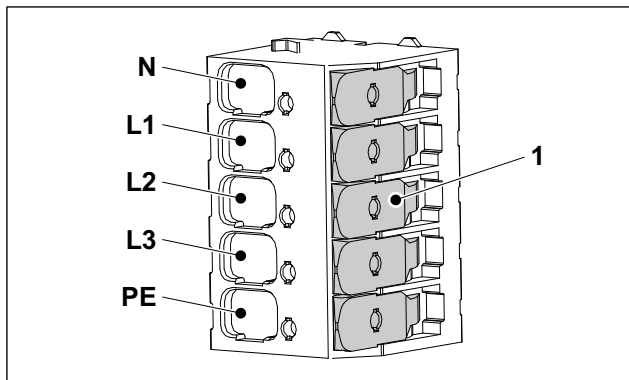

Fig. 5 Bornes de conexión de la alimentación de tensión
- Conectar los diferentes hilos del cable de alimentación según la identificación (fig. 5). Si la tensión de alimentación es monofásica, la fase debe conectarse a L1. Los bornes L2 y L3 no se utilizan con alimentación monofásica.
Se trata de una regleta de bornes sin herramientas. Al retirar la palanca de activación correspondiente (fig. 5/1), el borne de conexión se abre y se puede insertar el hilo en cuestión. Al volver a cerrar la palanca de activación correspondiente, el hilo queda aprisionado. Hay que evitar accionar varias palancas de activación simultáneamente.